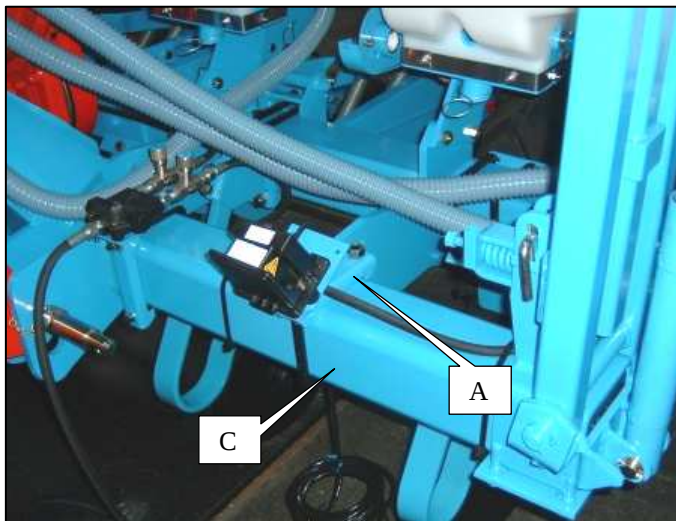
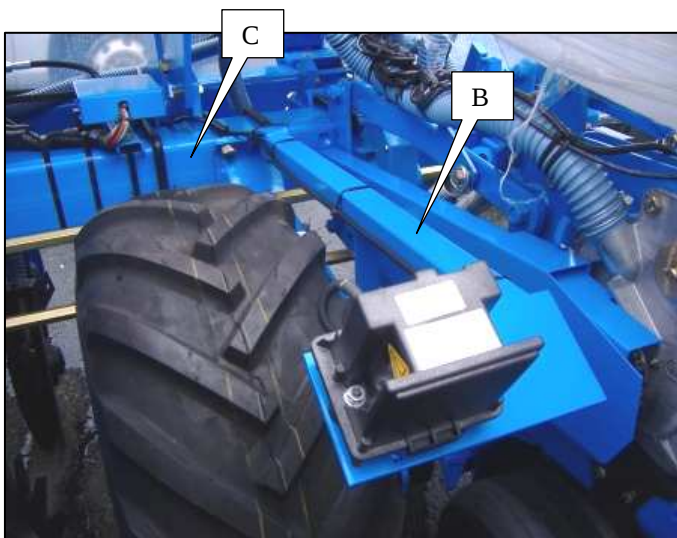

Fig. 1
Fig. 2
- Ajustar la posición del captador con las dos tuercas de bloqueo A (fig. 2) de tal manera que **el extremo del captador se encuentre a una distancia de 1,5 a 2,5 mm de la arista del árbol hexagonal.**
-**Nei modelli MECA V4, MS, NC e NG+**, montare la scatola sensore E (fig. 2) sulla trave del telaio con la staffa e i chiodi forniti in dotazione.
-Aggiustare la posizione del sensore con le due viti di fissaggio A (fig. 2) in modo tale che **l'estremità del sensore si trovi a 1,5 - 2,5 mm dall'arresto dell'albero esagonale.**
Le kit de montage comprend un support de fixation sur semoir A (Fig.1) ou un support de fixation sur bloc roue B (Fig.2)
-Installer le support sur le châssis du semoir C (voir Fig.1 et 2).
The assembly kit includes a mounting A (Fig.1) or B (Fig.2).